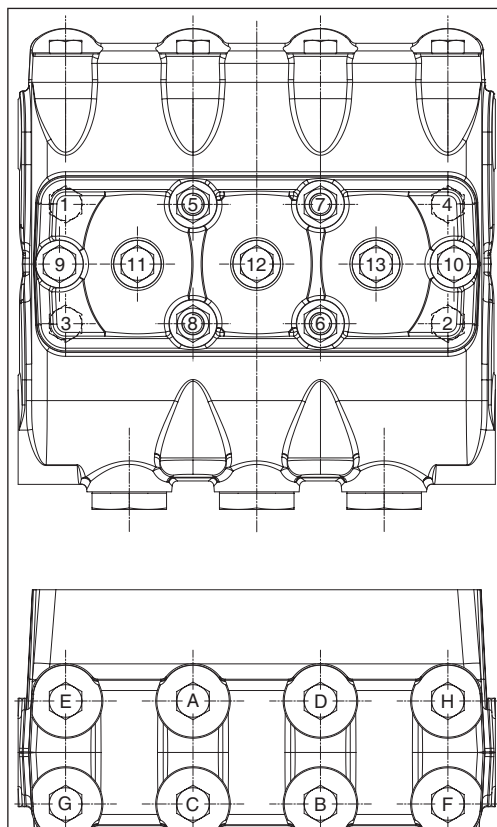

Abb. 141
** Die Befestigungsschrauben und -mutter des Kopfs und der Deckel müssen mit einem Drehmomentschlüssel bei Schmierung des Gewindeschafte in der Reihenfolge gemäß Schema Abb. 141 festgezogen werden.